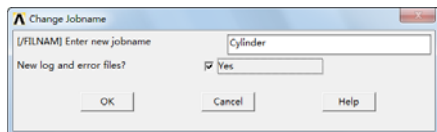

图 9-88 “Change Jobname”对话框
①定义工作文件名：依次选择 Utility Menu→File→Change Jobname，会出现“Change Jobname”对话框，在对话框中输入工作文件名“Cylinder”，并将“NEW log and error files?”设置为“Yes”，如图 9-88 所示，单击“OK”按钮关闭对话框。